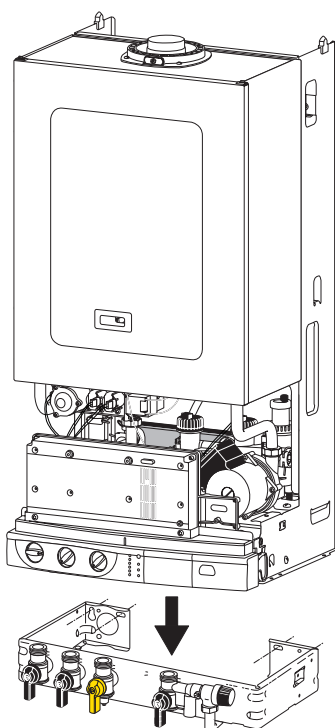

Fig. 8
- zet de ketel boven het kranenstelsel en laat hem hierover neer (fig. 8). De bevestigingslippen zullen voorkomen dat het toestel omkantelt